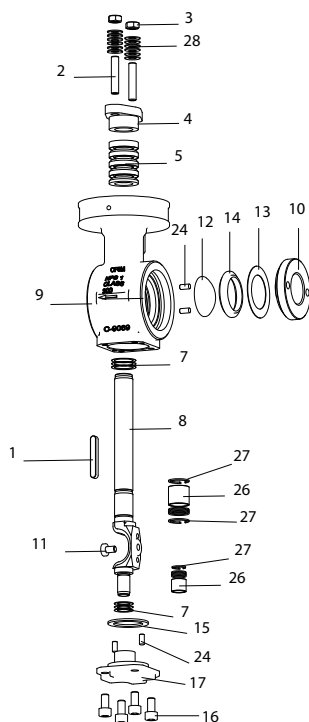
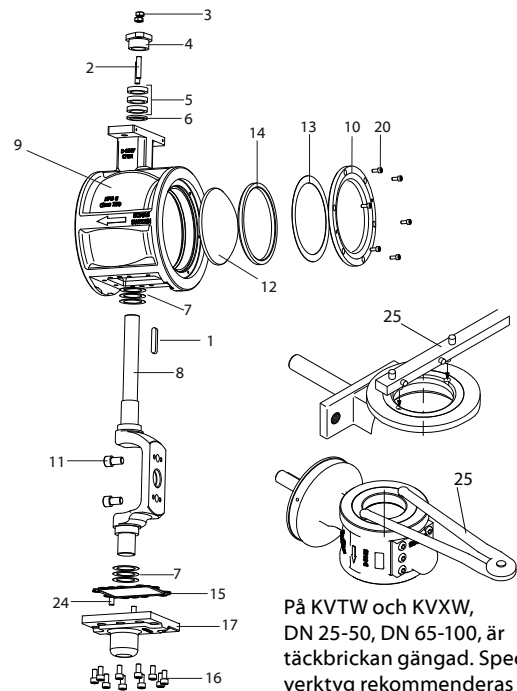

Fig.6-8
Fig. 6-10
På KVTW och KVXW, DN 25-50, DN 65-100, är täckbrickan gängad. Specialverktyg rekommenderas för att lossa täckbrickan (→ Fig 6-10/25).
1. Avlägsna täckbrickan (→ Fig.6-8/10, 6-9/10) med en haknyckel (→ Fig.6-10/25).
2. Demontera fjäderbrickan (→ Fig.6-8/13) och säte (→ Fig.6-8/14).
1. Lossa skruvarna (→ Fig.6-10/20) och avlägsna täckbrickan (→ Fig.6-10/10).
På KVTW och K VXW, DN 25-50, DN 65-100, är täckbrickan gängad. Specialverktyg rekommenderas för att lossa täckbrickan (→ Fig.6-10/25)
2. Demontera fjäderbrickan (→ Fig.6-10/13) och säte (→ Fig.6-10/14).
1. Lossa skruvarna (→ Fig.6-10/11) och avlägsna täckbrickan (→ Fig 6-10/13) eller använd ett specialverktyg (→ 6-10/25) och ta bort täckbrickan (→ Fig 6-8/13, 6-9/13).
2. Demontera fjäderbrickan (→ Fig.6-8/13) eller (→ Fig.6-10/13) samt sätet (→ Fig.6-8/14) eller (→ Fig.6-10/14) och på ventiler med PTFE-säte även stödringen (→ Fig.6-10/14a).
4. Lossa skruvarna (→ Fig.6-8/11) eller (→ Fig.6-10/11) växelvis med hjälp av en insexnyckel.
5. Avlägsna kulsegmentet (→ Fig.6-8/12 eller (→ Fig.6-10/12).
2. Smörj bygelns skruvar (→ Fig. 6-8/11, 6-9/11, 6-10/11) med en montagepasta typ molybdendisulfid.